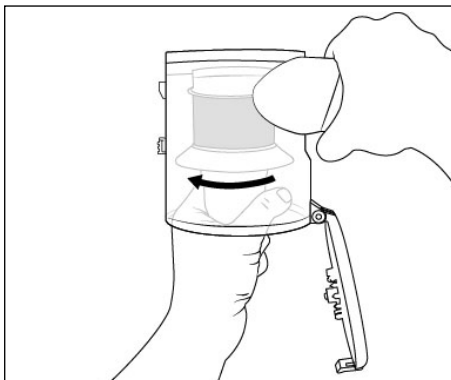

Abb. 19
- 5) Fassen Sie den Edelstahlfilter **11** von unten mit der Hand und drehen Sie ihn im Uhrzeigersinn, bis er sich vom Staubbehälter **7** löst und herausziehen lässt (siehe Abb. 19).